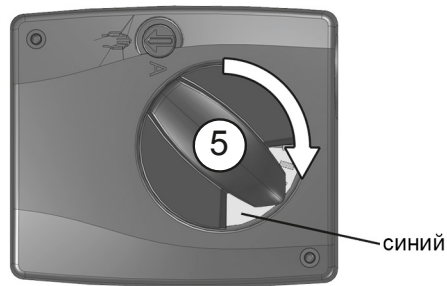

Рис. 17
1. Муфту (1) и латунную заглушку (3), каждую с помощью двух рожковых ключей (SW 36) отвинтить от корпуса арматуры и снять (Рис. 17). Теперь муфта (1), вентильная вставка смесителя (2) и латунная заглушка (3) отсоединены от корпуса.